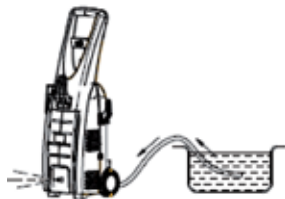

рис.9
- если по истечению этого времени через отверстие для выхода не пойдет вода, (рис.9). выключите мойку и вновь погрузите шланг в воду;